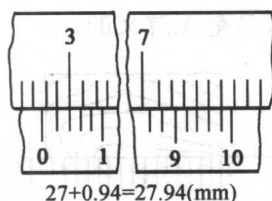

图 1—3 游标卡尺的读法
0.02 mm 的游标卡尺，其游标尺上的每一分度代表 0.02 mm。用它测得的结果若以 mm 为单位，则小数点后应有两位数值，最后一位是偶数。游标卡尺的读法如图 1—3 所示，图中待测物长度是 27.94 mm。游标卡尺还有别的刻度方法，但使用方法与上面讲的完全相同，只是有不同的准确度。